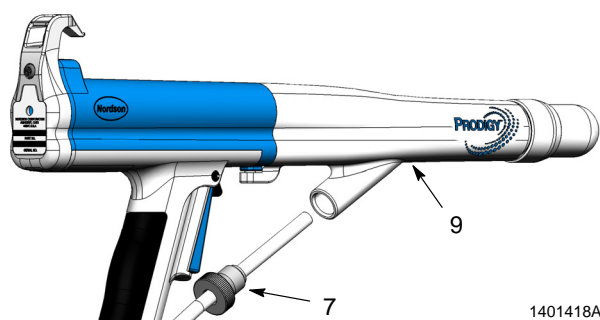

Figura 1 Desconexão do tubo de pó
1. Consulte a figura 1. Desenrosque o dispositivo de bloqueio (7) e puxe o tubo de pó para fora do adaptador (9).
6. Consulte a figura 1. Empurre o tubo de pó para dentro do adaptador, até ele encostar. Enrosque o dispositivo de bloqueio no adaptador até ele fixar o tubo.